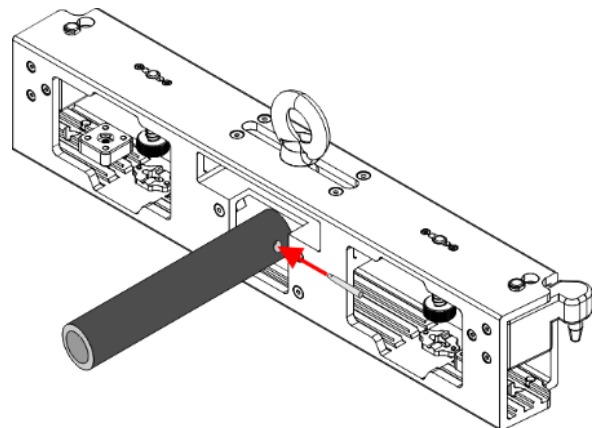

Fig. 15
- 02) Empuje el perno cónico a través de la abertura del truss como se indica en la Fig. 15.